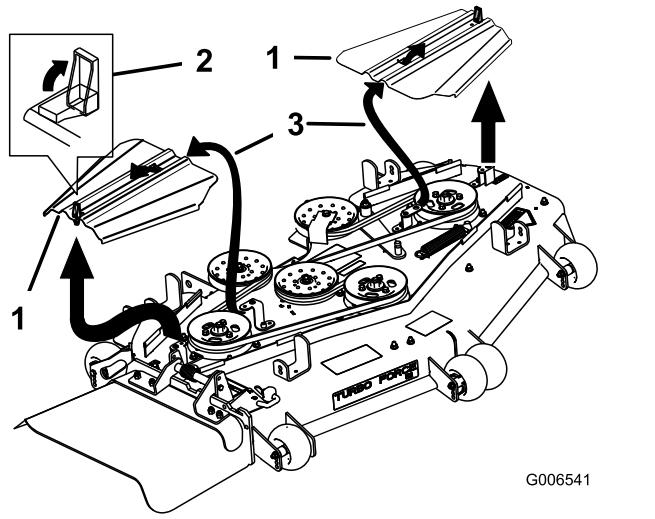

Bild 81
5. Entfernen Sie die Riemenabdeckungen (Bild 81).